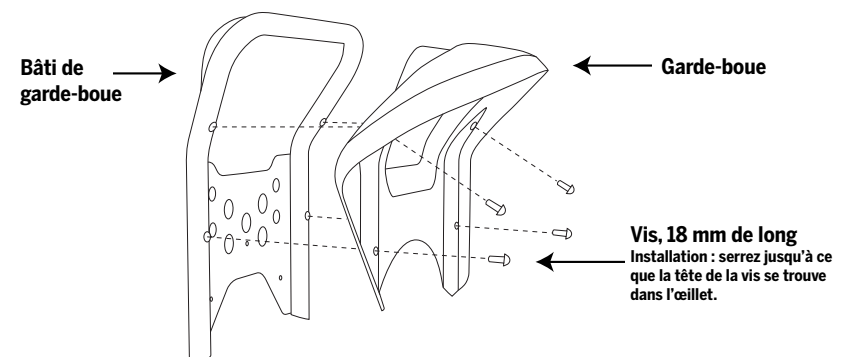

Figure 2. Retrait ou installation du garde-boue et du cadre du garde-boue
4. Pour retirer le garde-boue de son cadre, retirez les (4) vis de 18 mm à l'aide d'une clé hexagonale de 4 mm. Référez-vous à la figure 2.
5. Pour réinstaller le garde-boue sur le cadre, vissez les (4) vis de 18 mm de long (incluses dans ce kit) dans le garde-boue et dans le cadre du garde-boue. À l'aide d'une clé hexagonale de 4 mm, serrez jusqu'à ce que la tête de la vis se trouve dans l'œillet. Donnez ensuite encore ½ ou 1 tour complet.
6. Pour réinstaller l'ensemble garde-boue et cadre, vissez les (3) vis de 28 mm de long (incluses dans ce kit) dans l'ensemble garde-boue et cadre et dans le cache de la boîte d'engrenage. Serrez les vis à un couple de 6,0 Nm à l'aide d'une clé hexagonale de 4 mm.